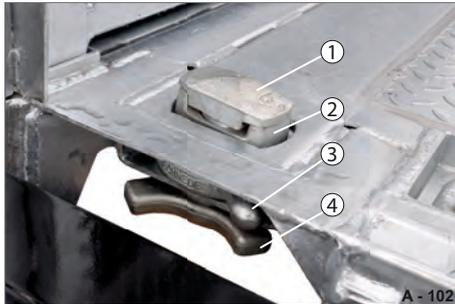

Abb. 155 Übersicht „Twist-Lock“
- ▶ Spannmutter (Abb. 155/4) aufdrehen.
- ▶ Nutenbuchse (Abb. 155/3) nach rechts drehen.